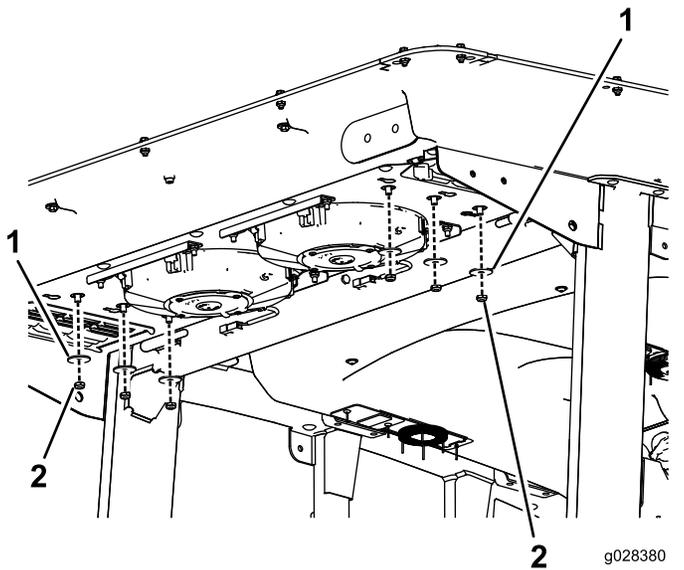

Figura 122
2. Togliete 6 dadi e rondelle dal fondo della parte posteriore della cabina (Figura 122).